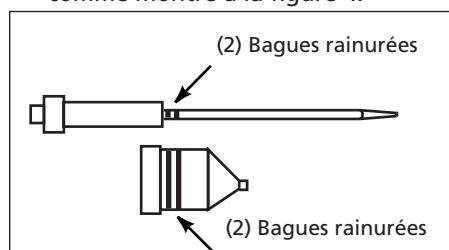

Fig. 4 - Néc. d'aiguille pour matériel épais
4. L'aiguille et l'embout pour matériel épais ont 2 rainures circulaires, comme montré à la figure 4.